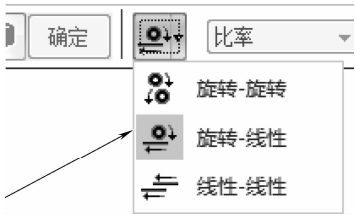

图 8-223 传动方式
(3) 在【装配】命令条的传动方式中选择如图 8-223 所示的【旋转-线性】传动方式，在【比率】后填写【1】与【80mm】，如图 8-224 所示。